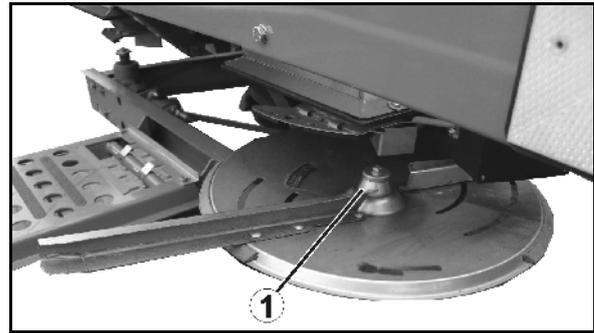

Fig. 59
1. Flügelschraube (Fig. 59/1) entfernen.
2. Streuscheibe derart verdrehen, dass das Scheibenloch  $\varnothing$  8 mm (Fig. 59) zur Maschinenmitte ausgerichtet ist.